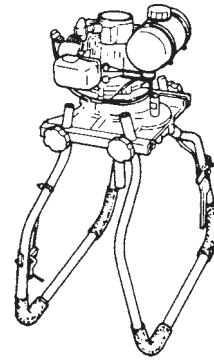

Fig. 14
- 2) Se dobrar as pegas para baixo, convertem-se no suporte para armazenagem. (Fig. 14)